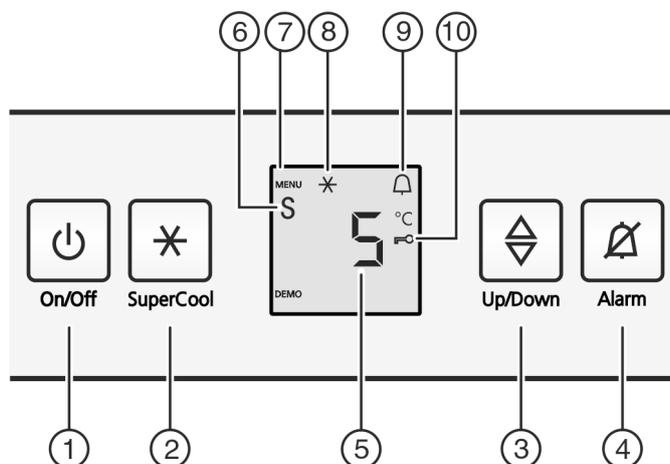

Fig. 2
- ▶ Appuyez sur la touche marche/arrêt Fig. 2 (1).
- ▶ Activer le mode de réglage : appuyer env. 5 sec. sur la touche SuperCool Fig. 2 (2).
- ▷ Le symbole Menu Fig. 2 (7) est allumé.
- ▶ Sélectionner **c** avec la touche de réglage Fig. 2 (3).
- ▶ Pour confirmer, appuyer brièvement sur la touche SuperCool Fig. 2 (2).
- ▶ appuyer brièvement sur la touche SuperCool Fig. 2 (2) pour activer la sécurité enfants.
- ▷ Le symbole Sécurité enfants Fig. 2 (10) est allumé. L'affichage **c** clignote.
- ▶ appuyer brièvement sur la touche SuperCool Fig. 2 (2) pour désactiver la sécurité enfants.
- ▷ Le symbole Sécurité enfants Fig. 2 (10) s'éteint. L'affichage **c** clignote.
- ▶ Désactiver le mode de réglage : appuyer sur la touche On/Off Fig. 2 (1).
- ▶ Appuyer sur la touche Alarme Fig. 2 (4).
- ▶ Activer le mode de réglage : appuyer env. 5 secondes sur la touche SuperCool Fig. 2 (2).
- ▶ Pour appeler la fonction Mode Sabbat, appuyer brièvement sur la touche SuperCool Fig. 2 (2).
- ▶ **Pour activer** le mode Sabbat, appuyer brièvement sur la touche SuperCool Fig. 2 (2).
- ▶ **Pour désactiver** le mode Sabbat, appuyer brièvement sur la touche SuperCool Fig. 2 (2).
- ▷ L'affichage de la température indique le symbole mode Sabbat tant que le mode Sabbat Fig. 2 (6) est activé.